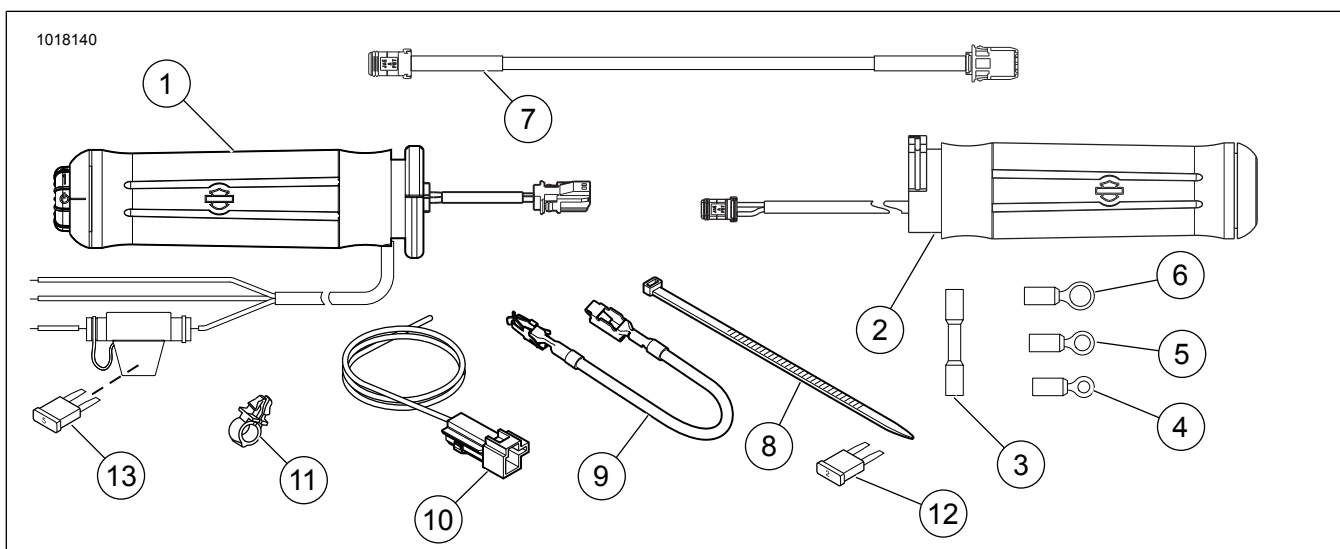

Рисунок 22. Запчасти, комплекты для рукоятки с подогревом
- См. Рисунок 22. Выберите подходящую серебряной шпильке зажима (с красным проводом) на автомате защиты цепи кольцевую клемму (4, 5 или 6) из комплекта.
1. См. Рисунок 22. Выберите подходящую серебряной шпильке зажима (с красным проводом) на автомате защиты цепи кольцевую клемму (4, 5 или 6) из комплекта.
2. См. Рисунок 22. Выберите подходящую серебряной шпильке зажима (с красным проводом) на автомате защиты цепи кольцевую клемму (4, 5 или 6) из комплекта.
- См. Рисунок 22. Подсоедините жгут проводов адаптера (10) из комплекта к разъему В+.
См. Рисунок 22 и Таблица 1.